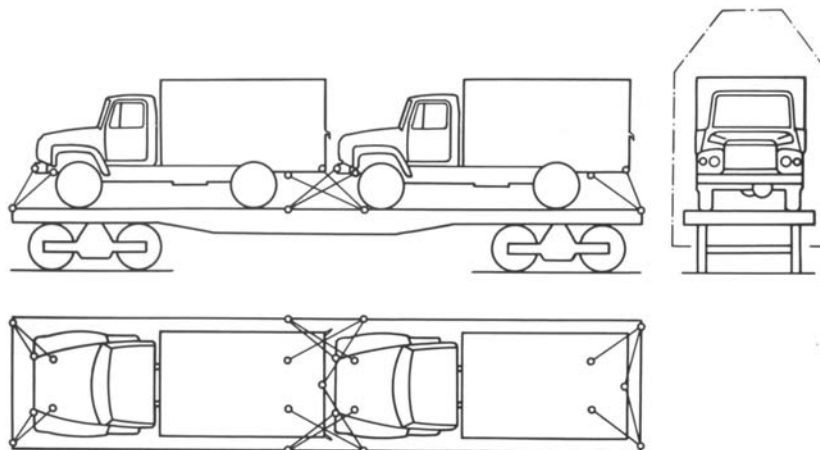

Рис.10.1. Схема погрузки автомобилей на железнодорожную платформу
- аккумуляторные батареи отключить выключателем батареи. При перевозках на платформе автомобиль крепить согласно утверждённой схеме (рис. 10.1).